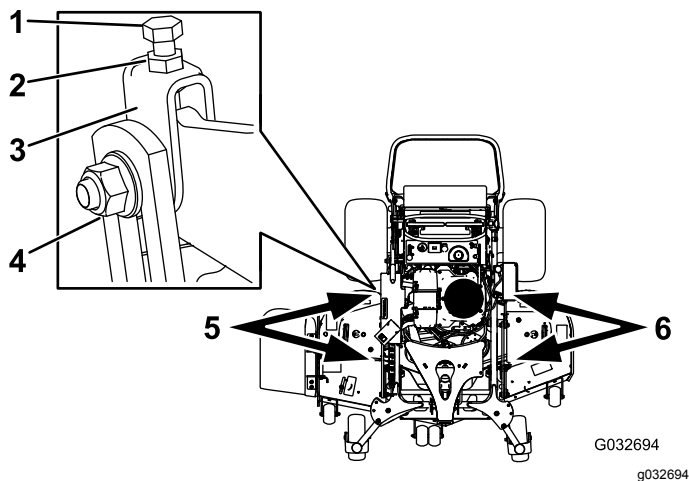

Figura 86
1. Afloje la tuerca lateral y la contratuerca de las horquillas que desea ajustar (Figura 86).
2. Gire el perno superior de las horquillas para ajustar la altura de la carcasa de corte (Figura 86).